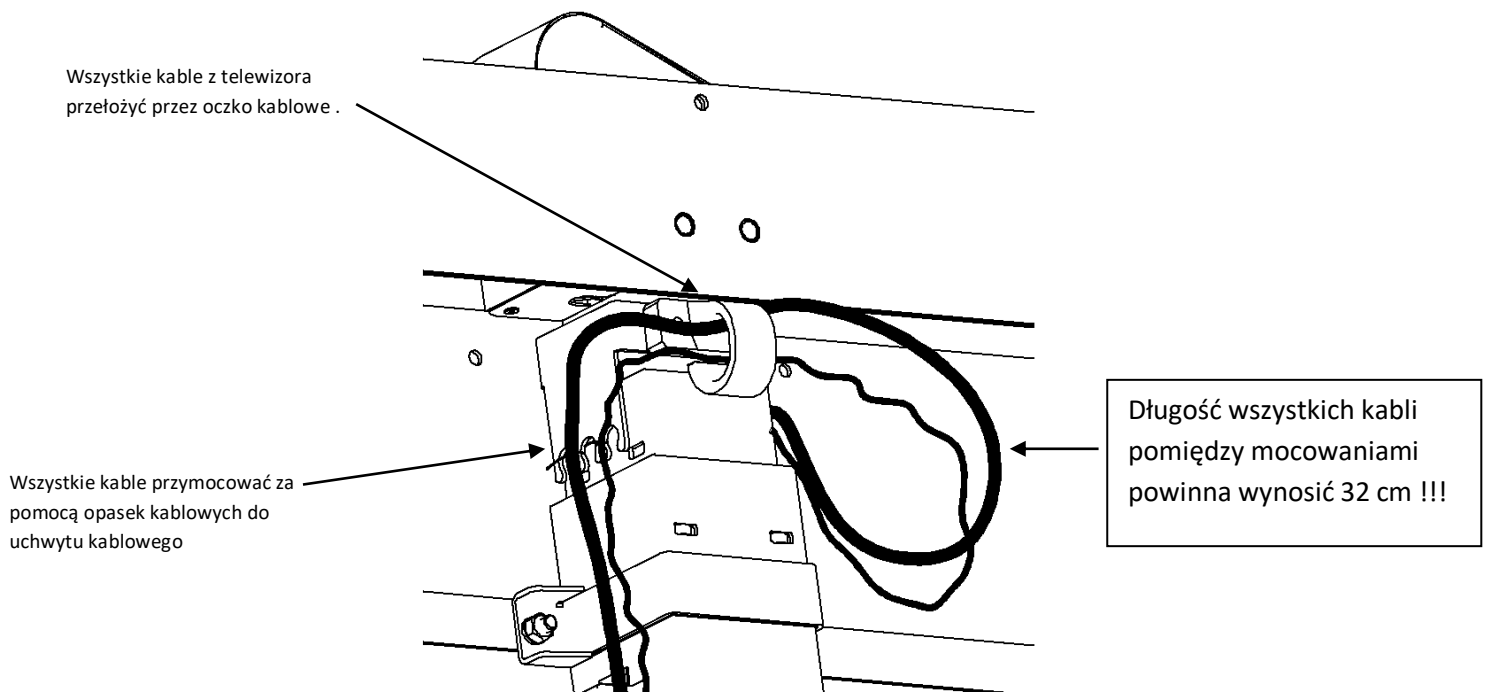

Rys.9
1. Zawieś Telewizor z zamontowanymi belkami pionowymi na belce poziomej podnośnika, Rys. 9